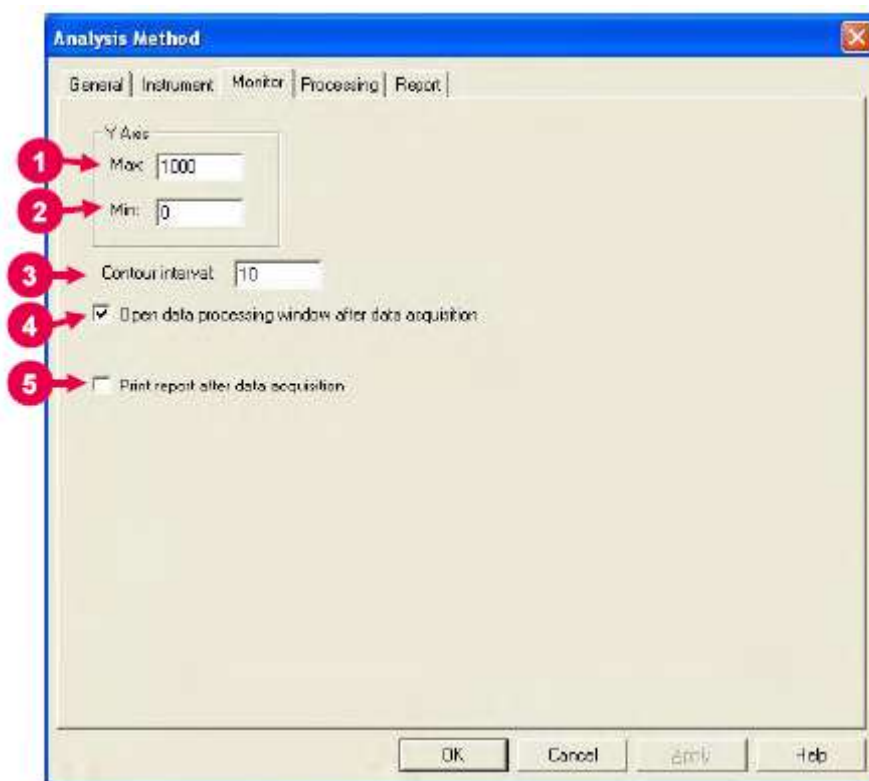
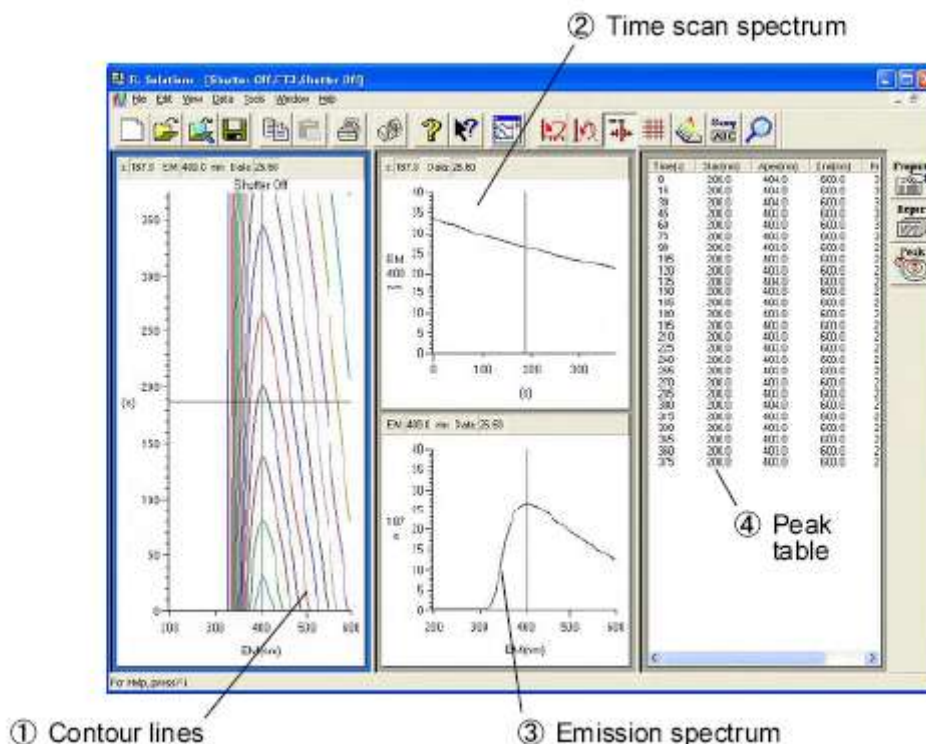

Рис. 6-5 Вкладка «Текущий контроль»
Рис. 6-10 Окно обработки данных (сканирование периода 3-D)
При выборке вкладки «Текущий контроль» появится окно, показанное на рис. 6-5. Для установки диапазона каждого параметра, обратитесь к Приложению G.
4. После завершения измерений появится окно обработки данных, показанное на рис. 6-10. Окно доступно в случае, если отмечен флажок «Открыть окно обработки данных после их получения», который расположен на вкладке «Текущий контроль» метода анализа. (Смотрите 4 на рис. 6-5)
- (1) Нажмите на окно спектра, при этом периметр станет голубого цвета. В этом положении, выберите команду «Печать» (Print) из меню «Файл», или нажмите на кнопку  (печать) на панели инструментов. При этом будет распечатано активное поле окна обработки данных (т.е. (1) на рис. 6-10). В распечатке вы увидите то, что было отображено в окне «Предварительной печати» (Print Preview), доступ к которому осуществляется через меню «Файл».